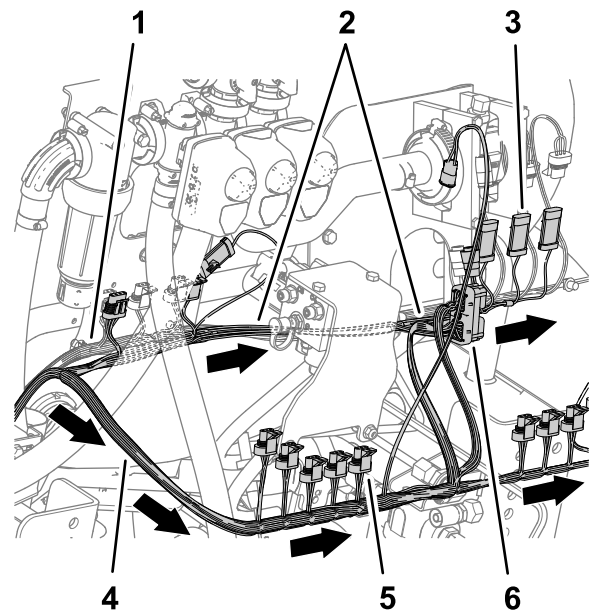

図 85
8. 102cm の枝線を、図 85に示すように昇降マニホルドの後方かつ右側に配設する。
7. 車両後部で、89cm の枝線を、図 85に示すように昇降マニホルドの前方かつフローメータの右側に配設する。